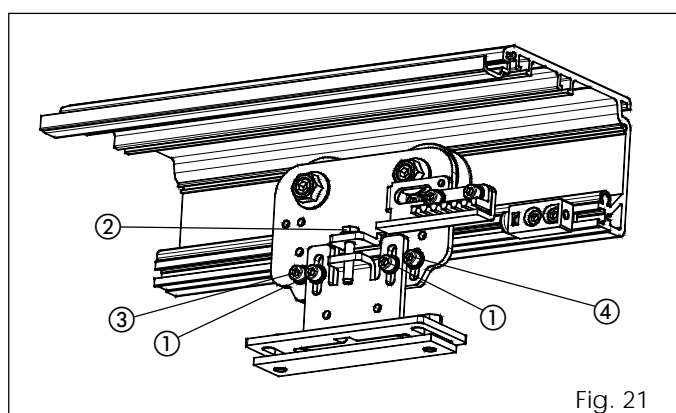

Fig. 21
• Desserrer légèrement les deux vis à tête hexagonale fig. 21 réf. ①.
• Agir sur la vis (fig. 21 réf. ②) en sens des aiguilles d'une montre pour soulever les vantaux ou en sens inverse des aiguilles d'une montre pour abaisser les vantaux.
• Desserrer les deux vis à tête hexagonale (fig. 21 réf. ③ et ④).
• Faire coulisser la vis de la fig. 21 réf. ④ à l'intérieur de la rainure, en faisant en sorte que la roue de contre-poussée, durant le mouvement du chariot, coulisse sur le profilé sans se bloquer.